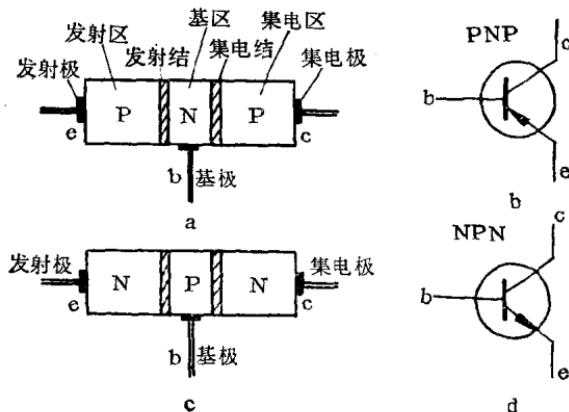

图 1-12 晶体三极管的结构和符号
(2) 晶体三极管 它是由两个PN结构成的元件，如图1-12所示。按PN结的作用不同，分别叫发射结和集电结，这两个PN结把一块晶体分成三个区域，从左至右分别称它们为发射区、基区和集电区。